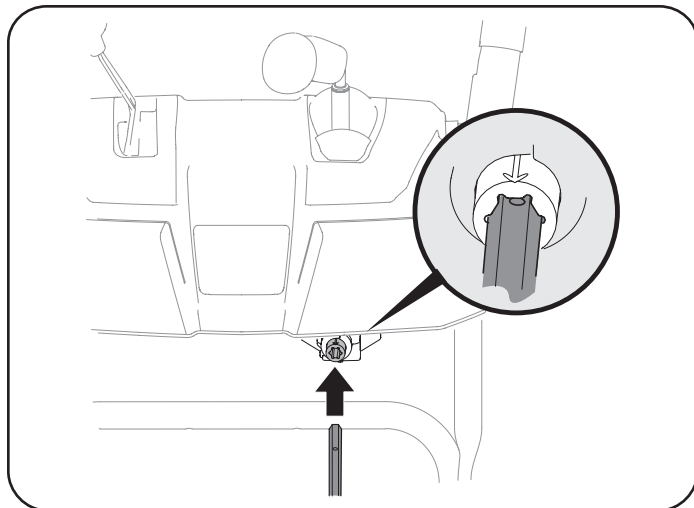

Figura 24
6. Inserte la varilla de control del canal dentro del engranaje del piñón por debajo de la palanca de control. Asegúrese de alinear el orificio en la varilla hexagonal con la flecha en el engranaje del piñón. Consulte "Figura 24.